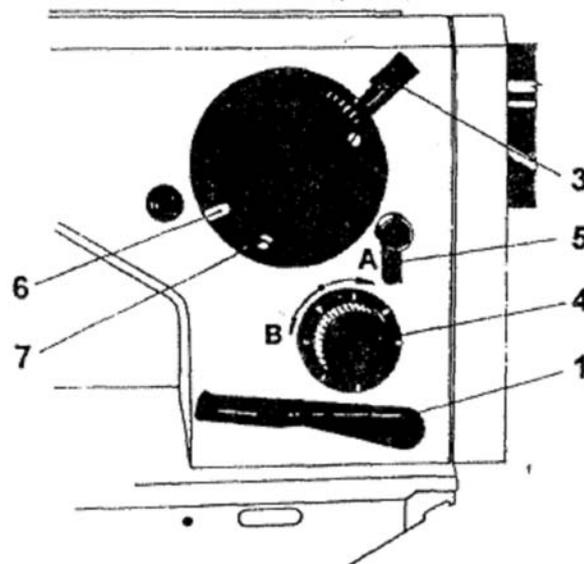

Fig. 7
Перед запуском машины в эксплуатацию, удалите защитную смазку и тщательно очистите машину. Для смазки механизмов машины и челнока рекомендуется использовать масло с коэффициентами вязкости 50 мм .s" при 20 град. Добавляйте масло в отмеченные на рисунке отверстия машины раз в день, перед началом рабочей смены. Также проверяйте уровень масла на индикаторе масляного резервуара челнока. Очистка механизма челнока должна производиться несколько раз в день. Капните несколько капель керосина на загрязненные участки челнока и запустите машину на высокой скорости. Затем остановите машину, удалите грязь и смажьте челнок и все детали его механизма смазочным маслом. Подобная очистка должна производиться раз в день, особенно в конце рабочей смены с целью предотвращения высыхания грязи на деталях челнока. Время от времени используйте ниппель смазочного шприца для смазки валов (рис. 7 таб. 16) и (6 таб. 17). Перед началом очистки машины, заправьте шпульку и извлеките ее из челнока. Раз в неделю машина должна быть полностью очищена от масла и всевозможных загрязнений.
1. Регулировка длины стежка (рис. 7)